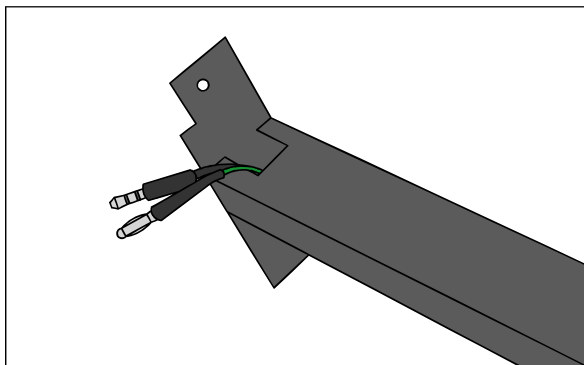

图 1：把各连接线穿过支撑杆
- 2) 使用 19279 时，按图 1、2、3、4 所示安装支架并固定测试仪